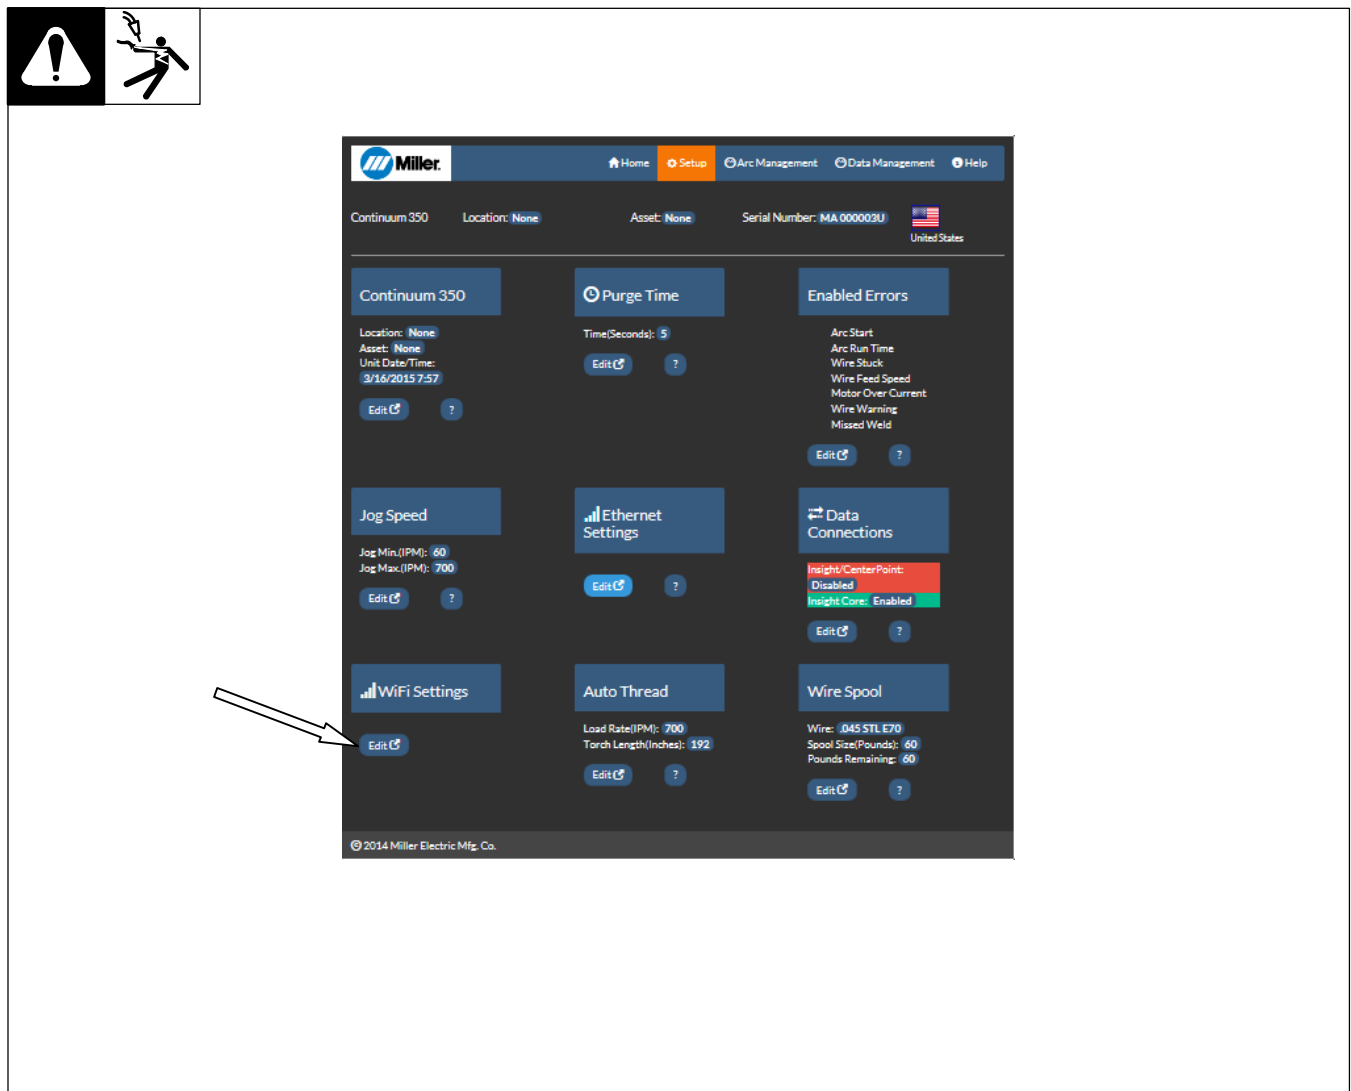

Figura 9-6. Editar ajustes de WiFi
1. En la página Setup (Configuración), en **WiFi Settings** (Ajustes de WiFi), haga clic en **Edit** (Editar) (consulte la Figura 9-6).